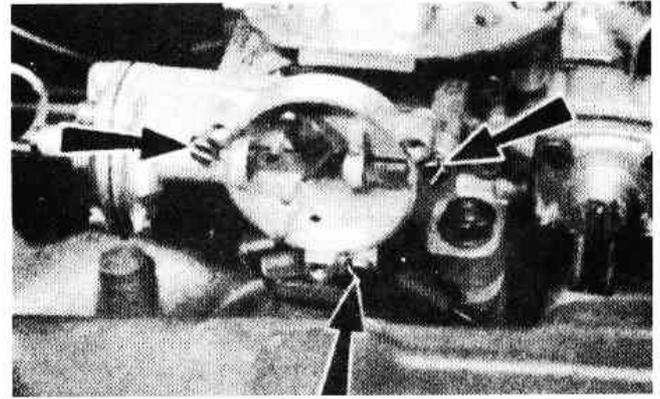

Рис. 3.63. Винты крепления автоматической заслонки (Разд. 27)
6. Выверните три винта, отсоедините тягу от рычага и снимите корпус воздушной заслонки. Для доступа к нижнему винту вновь потребуется изогнутая отвертка (Рис. 3.63).